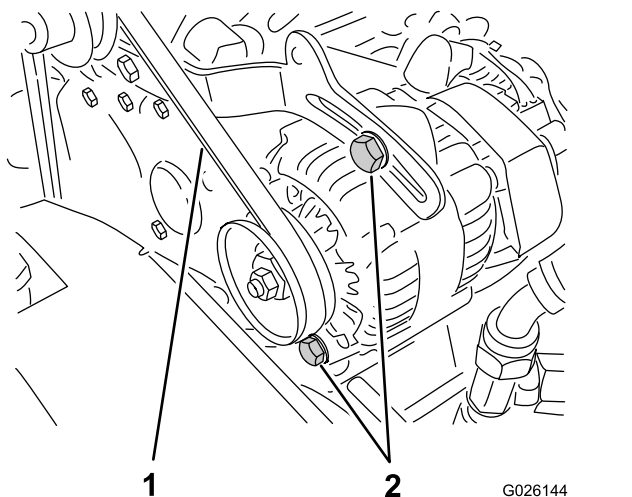

Figura 68
2. Compruebe la tensión presionando la correa en el punto intermedio entre las poleas del cigüeñal y del alternador con una fuerza de 10 kg (Figura 68).
- A. Afloje los 2 pernos de montaje del alternador (Figura 68).
luego apriete los pernos de montaje (Figura 68).